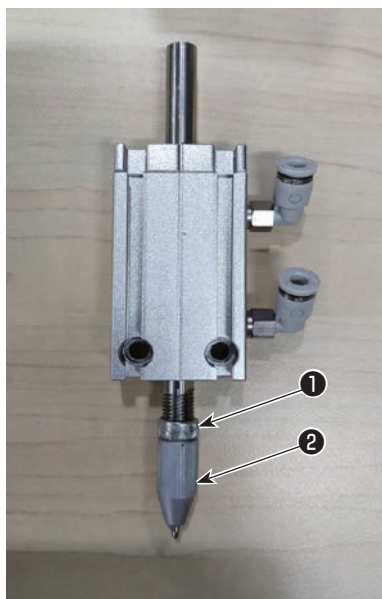
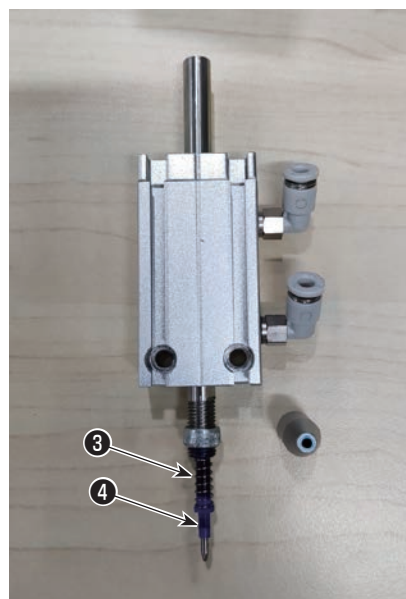

図 1
図 2
ペン刺しセット（図 1）のソケット②を手で取り出し、微調整ナット①を取り出し（図 2）、最後にばね③とペン④を一緒に取り出します。
ばね③を新しいペン⑤にセットし（図 3）、ソケット②をペン刺しセットにねじ込み、マシンに取り付けます。ペンと紙が接触できない場合は図 1 の微調整ナット①とソケット②を調整し、接触させてもかまいません。